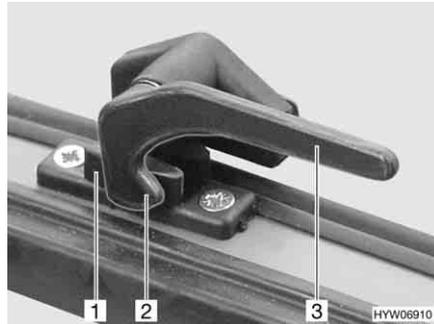

Bild 91 Verriegelungshebel in Stellung "geschlossen"
- Alle Verriegelungshebel (Bild 91,3) eine viertel Umdrehung zur Haubenmitte hin drehen.
- Alle Verriegelungshebel (Bild 91,3) eine viertel Umdrehung zum Rahmen hin drehen. Die Verriegelungsnase (Bild 91,2) liegt auf der Innenseite der Haubenverriegelung (Bild 91,1).
- in Stellung "fest verschlossen" (Bild 91)